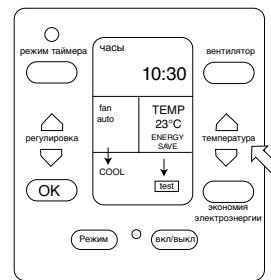

Рис.15. Показания на жидкокристаллическом дисплее, когда кондиционер находится в режиме охлаждения и тестирования
- Нажать кнопку регулирования температуры в сторону ее понижения (,), которая заставит кондиционер перейти в режим охлаждения. После этого немедленно включится компрессор, скорость вращения вентилятора изменится на высокую и на дисплее будет отображено **TEST**. Потребуется 5 минут для того, чтобы кондиционер автоматически отключился. (Рис.15).